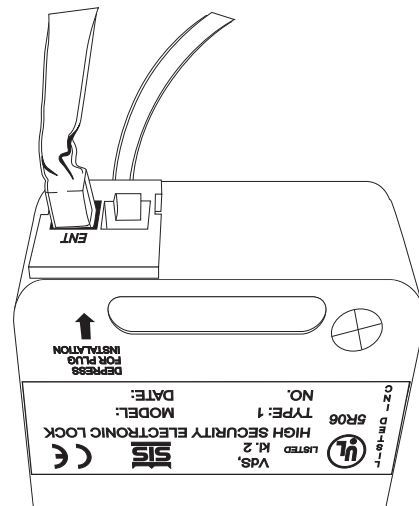

Abbildung 11
6. Verbinden Sie das von der Eingabeeinheit abgehende Kabel direkt mit dem Anschluss "ENT" des Schlosses (Abbildung 11).